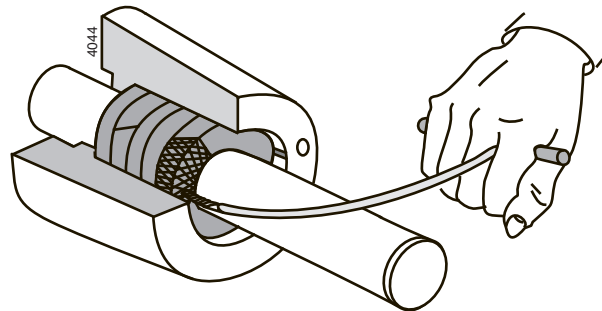

Figura 6: Rimuovere gli anelli di guarnizione.
- 2 Rimuovere gli anelli di guarnizione dalla camera premistoppa. Utilizzare allo scopo uno speciale estrattore per guarnizioni, vedere la figura 6.